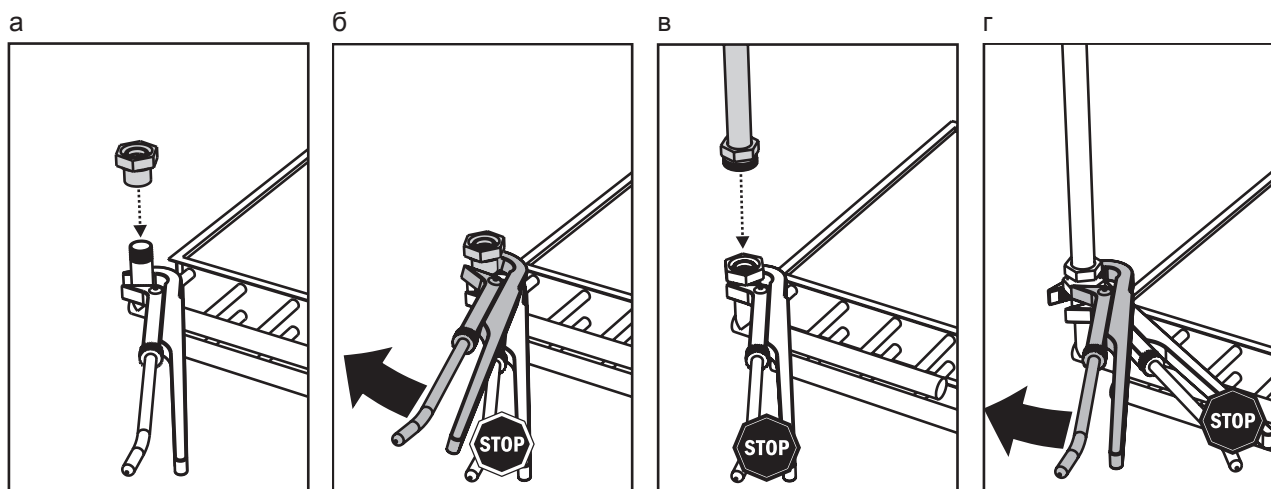

Рис. 3. Пример подключения водяного контура к калориферу
Во избежание повреждений при монтаже калорифера обязательно зафиксируйте патрубки, как показано на рис. 3а–3г.
1. Зафиксируйте патрубок калорифера трубным ключом, накрутите и затяните соединение типа «американка» (см. рис. 3а, 3б).
2. Подсоедините трубу водяного контура и затяните резьбовое соединение (см. рис. 3в, 3г). Будьте осторожны, не повредите прокладку, используемую в соединении.